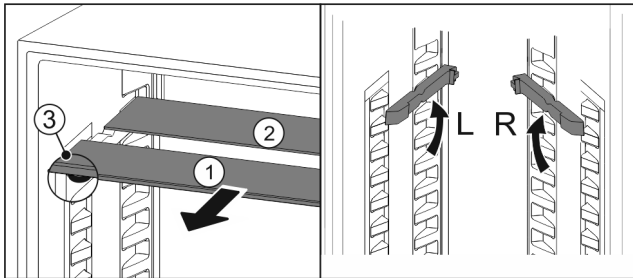

Fig. 52
- Retire las planchas de cristal individualmente hacia delante Fig. 52 (1).
- ▷ La placa de vidrio Fig. 52 (1) con moldura está situada delante.
- ▷ Los topes Fig. 52 (3) miran hacia abajo.